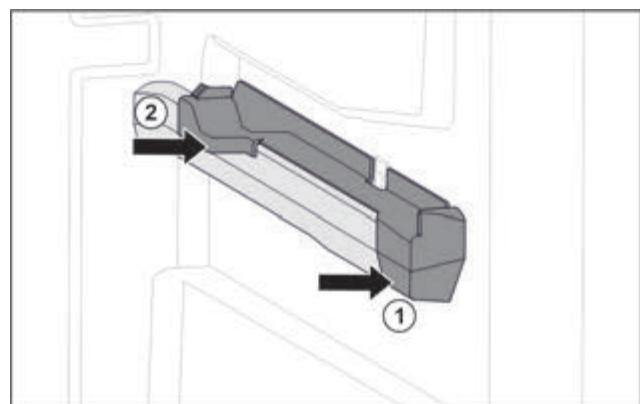

Fig. 98 Вставна частина на правому ребрі для резервуару
- Одягти вставну частину вперед на ребро резервуару. Fig. 98 (1)
- Притиснути вставну частину позаду. Fig. 98 (2)